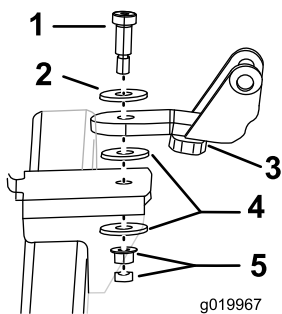

Figura 2
2. Rimuovete ed eliminate i fermi che fissano la staffa all'accessorio (Figura 2). Eliminate la staffa.